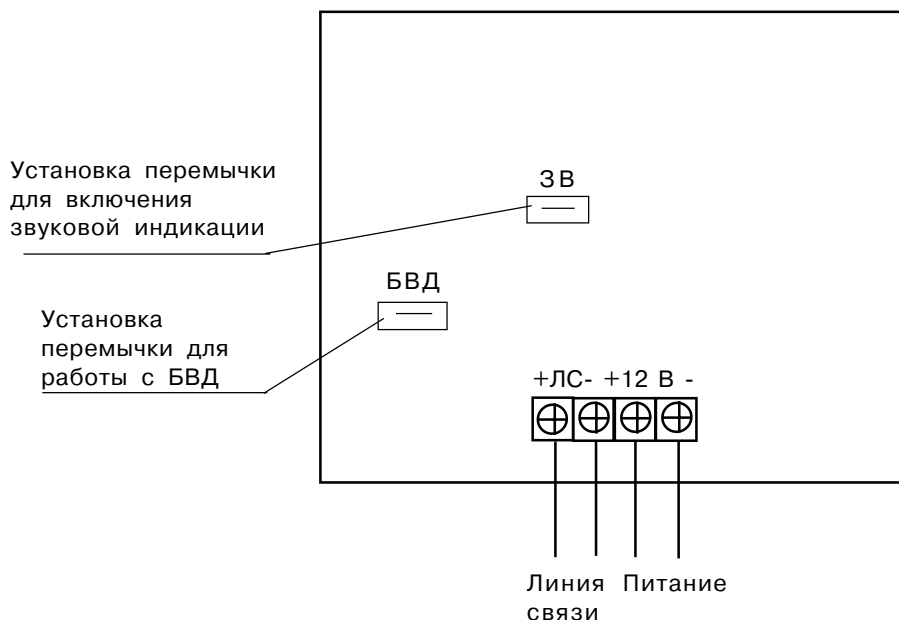

Рис.22
1.3.8.1. Схемы подключений БВИ приведены на рис.22.